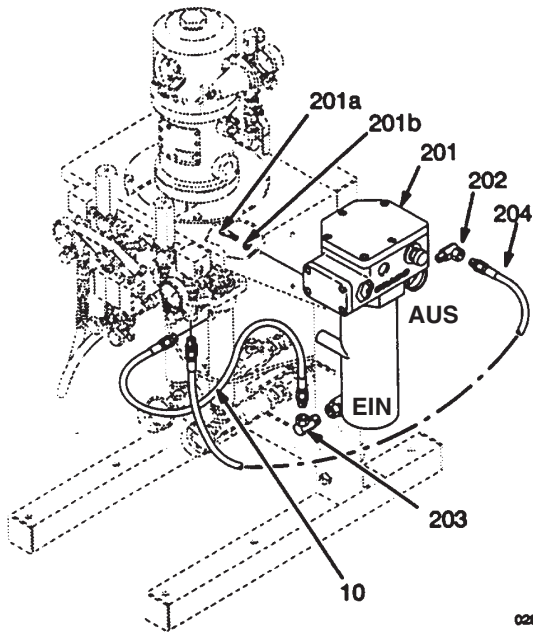

Abb. 8
1. Mutter (BB) und Dichtung (AA) an der Erdungsklemme lösen.
2. Das eine Ende eines 1,5 mm² starken Erdungsdrahts (G) an den Schlitz der Erdungsklemme (CC) einlegen und Mutter fest anziehen. Siehe Abb. 8.
1. An beiden Seiten der Montagehalterung je einen Erhitzer anbringen, dazu die mit jedem Erhitzer mitgelieferten Schrauben (201a) und Federringe (201b) benutzen, siehe Abb. 8.
2. Einen Drehgelenknippel (202) an den Auslass eines jeden einzelnen Erhitzers anschliessen. Siehe Abb. 8.
3. Einen Drehgelenknippel (203) am dem Einlass eines jeden einzelnen Erhitzers anschliessen. Siehe Abb.8.
1. Den vorhandenen Härter Schlauch (10B) vom Einlass des Mischventiles (23) abnehmen. Siehe Abb. Das freie Ende dieses Schlauchs mit dem Drehgelenk (203) am Einlass des Härter Erhitzers verbinden. Siehe Abb. 8.
2. Einen neuen Materialschlauch (204B) zwischen dem Auslass des Härter Erhitzers (202B) und dem Härter Mischventil installieren. Siehe Abb. 8 und 9.